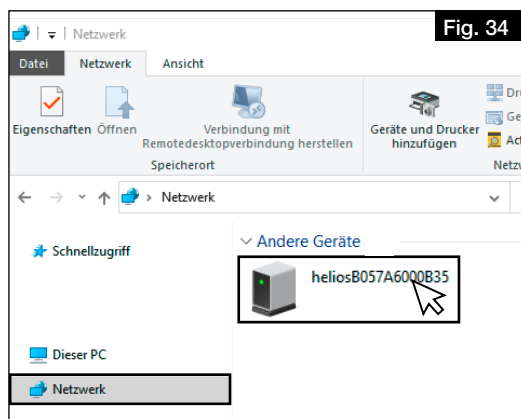

Fig. 34
2. Ouvrir le poste de travail et cliquer sur Réseau, voir Fig. 34.
3. Double-cliquer sur l'appareil correspondant, voir Fig. 34.